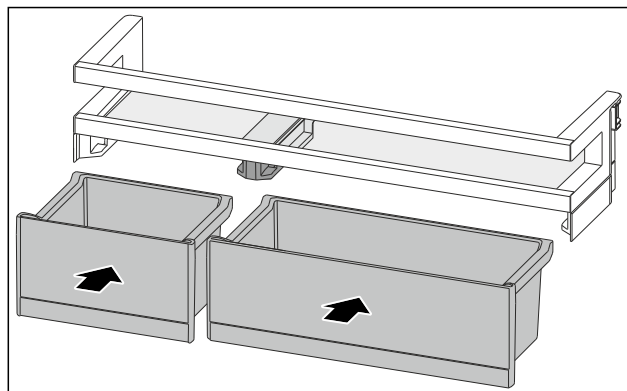

Fig. 95
- Pange VarioBoxid vahetatud paigutuses sisse. (vt. Fig. 95)